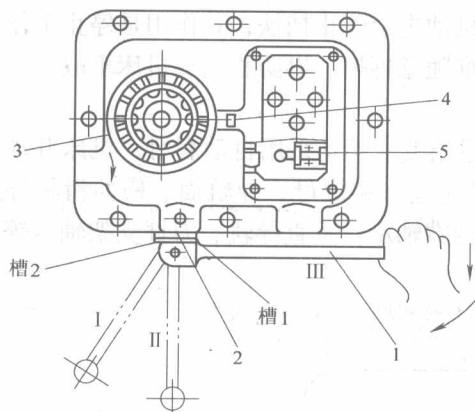

图1-3 主轴变速操作
(3) 主轴变速操作 变换主轴转速时如图 1-3 所示，将变速手柄 1 下压，使手柄的榫块从固定环 2 的槽 1 内脱出，再将手柄外拉，使榫块落入固定环的槽 2 内，手柄处于脱开位置 I (图 1-3)，然后转动转速盘 3，使所选择转速值对准指针 4 再接合手柄。接合变速手柄的